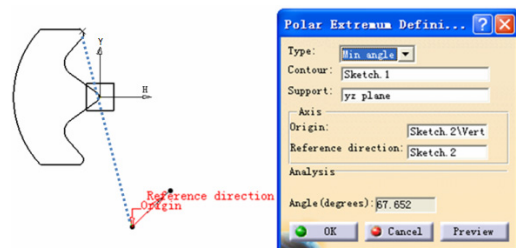

图 4-62
- Min angle: 选中该选项时, 将在轮廓 (Contour) 上创建和极坐标原点的连线与给定极坐标参考方向所成夹角最小的点, 如图 4-62 所示。